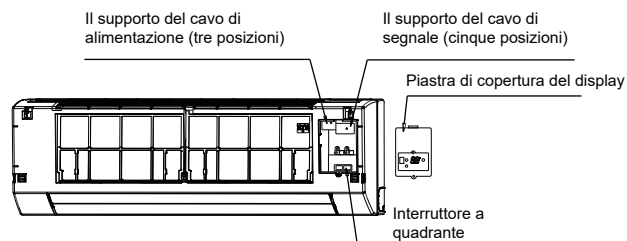

Fig. 7-2
- Collegare il cavo di alimentazione e la linea di segnale, regolare il selettore. (Cfr. Fig 7-2)